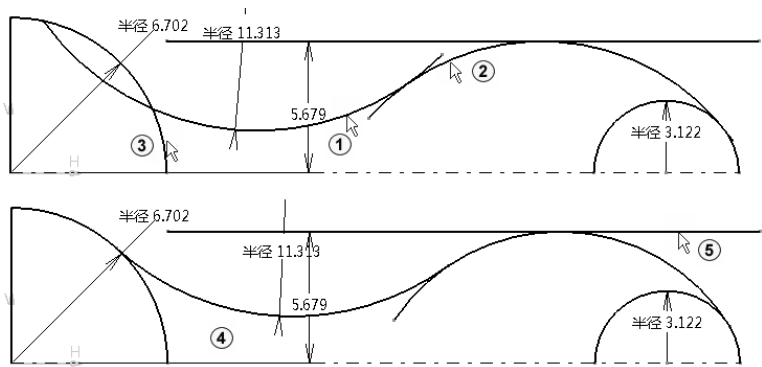

图 2-44 绘制圆弧并添加相切约束
1) 单击“三点弧”按钮，绘制一条长一些的圆弧，圆弧的两个端点分别落在右侧圆弧和左侧圆上。按住〈Ctrl〉键选择刚刚绘制的圆弧和右侧圆弧，如图 2-44 中①②所示，单击“对话框中定义的约束”按钮，在弹出的“约束定义”对话框中选择“相切”，单击“确定”按钮。再次按住〈Ctrl〉键选择刚刚绘制的圆弧与左侧圆，如图 2-44 中①③所示，单击“对话框中定义的约束”按钮，在弹出的“约束定义”对话框中选择“相切”，单击“确定”按钮。使之相切，结果如图 2-44 中④所示。
3) 选择上方的水平线，如图 2-44 中⑤所示。右击，在弹出的快捷菜单中选择“直线 4